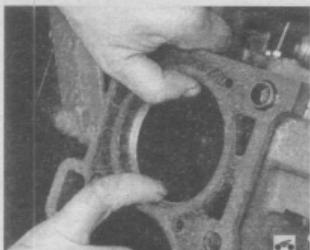

Рис. 5.4. Места измерения цилиндра
10. Затем измерьте диаметры цилиндра в двух перпендикулярных пло-скостях (рис. 5.4) (В – вдоль, А – попе-рек блока ци-линдров) и в четы-х поясах (1, 2, 3 и 4). Для этого необходим специальный прибор – нут-ромер.